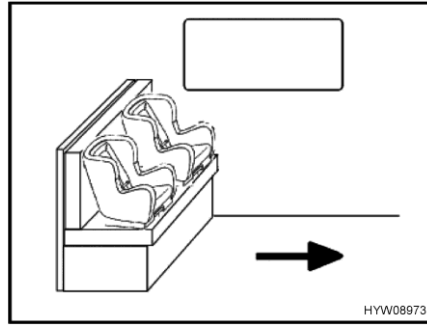
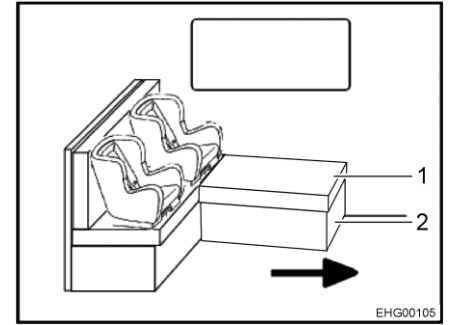

Fig. 23 Asientos infantiles en el banco
Fig. 24 Asientos infantiles en el banco L
La flecha en Fig. 23 y en Fig. 24 muestra la dirección de marcha.
- Quitar el cojín (Fig. 24,1) si es necesario.
- Plegar el bastidor de baúl (Fig. 24,2) si es necesario.